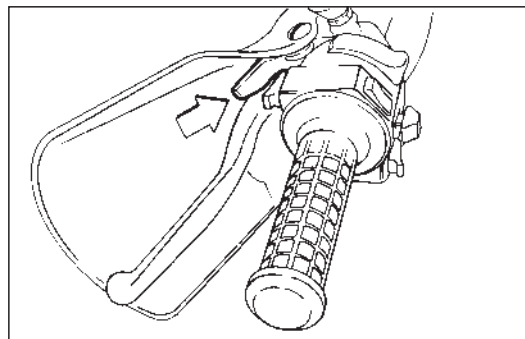

Fig. 8
- ◆ Se il motore è freddo, agire sulla leva per l'avviamento a freddo "|\|" (Fig. 8).